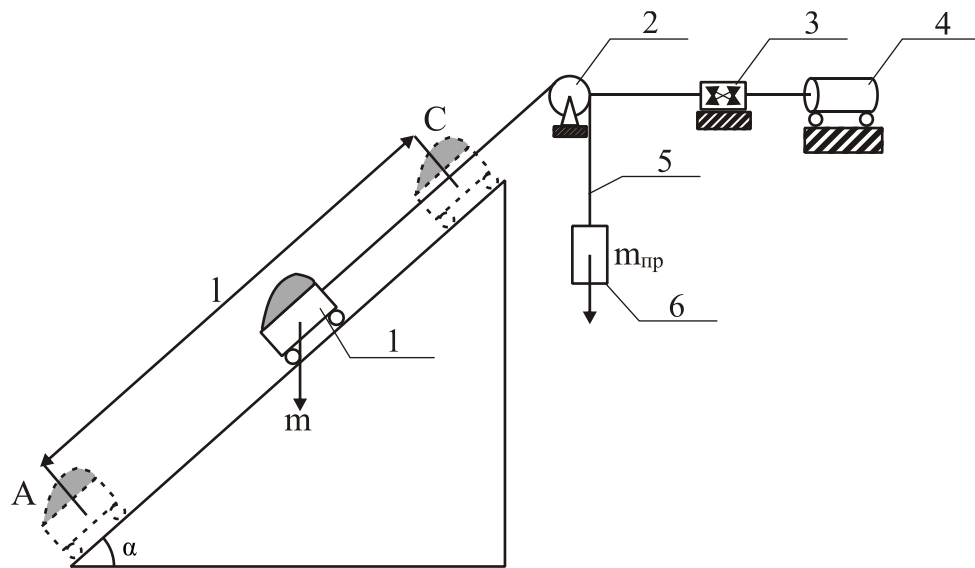

Рис. 3.1. Кинематическая схема механизма наклонного подъемника
- кинематическая схема (рис.3.1) рабочего органа с указанием вращающихся и поступательно движущихся динамических масс и усилий (моментов) сопротивления движению;
Механизм наклонного подъёмника (кинематическая схема показана на рис.3.1) состоит из тележки 1, перемещающейся по рельсовому пути, уложенному под углом к горизонту, под углом  $\alpha$ . Тележка совершает движение из нижнего положения, точка  $A$  в верхнее положение в точку  $C$  на расстояние  $l$ .